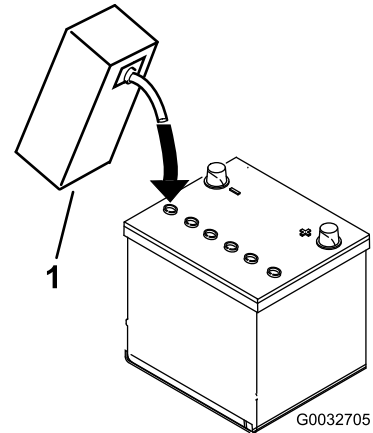

图 7
3. 小心为每个电池注入电解液直到电池极板被大约 6mm 的液体覆盖图 7。
4. 等待约 20 至 30 分钟以便电解液渗透到极板内。必要时加注电解液使电解液保持在加注井底部约 6mm 范围内图 7。